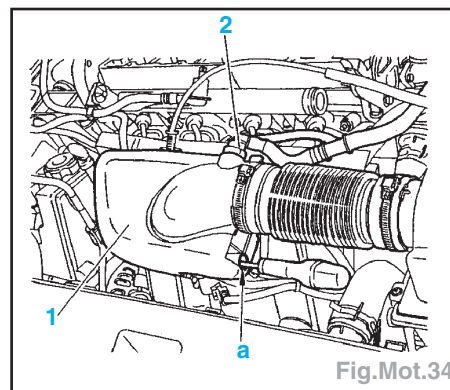

Fig.Mot.34
- Désaccoupler la durit (2) et déposer le conduit (1) en le desserrant par l'orifice «a» (Fig.Mot.34).